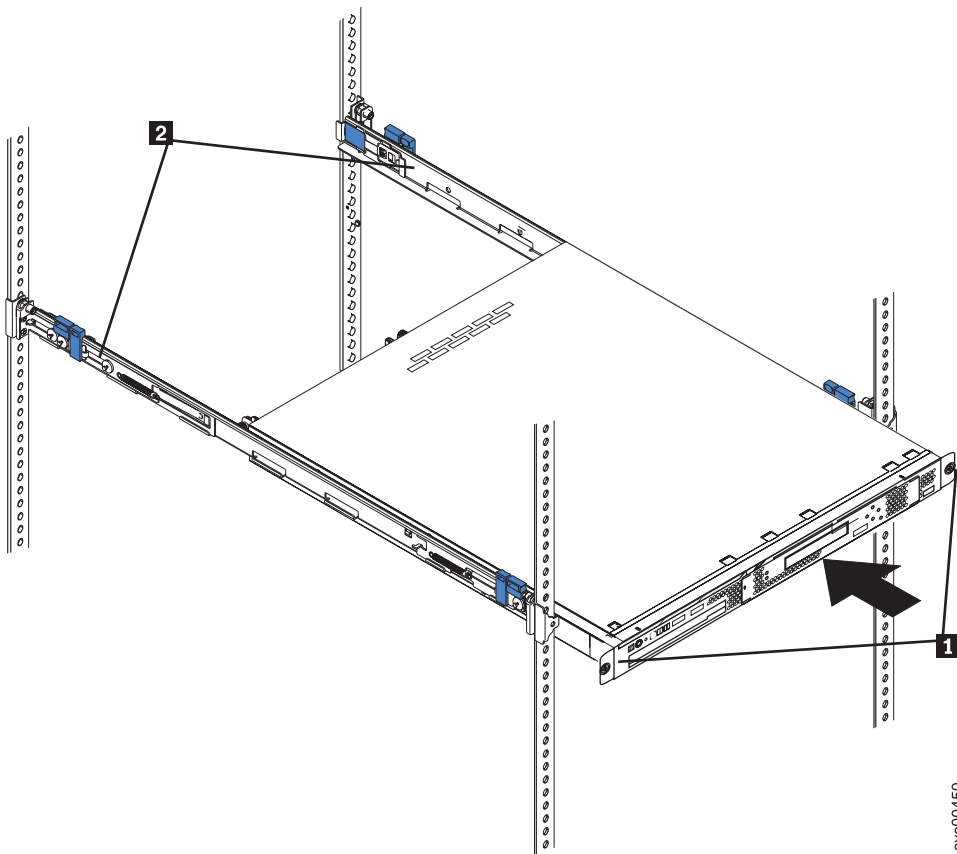

図 37. ノードと輸送用ブラケットを固定する拘束つまみねじ
1. スライド・レール上でノードの位置を合わせ、ノードをラックに完全に押し込みます。拘束つまみねじ (図 37 の **1**) を使用して、ノードを前面マウント・フランジに固定します。